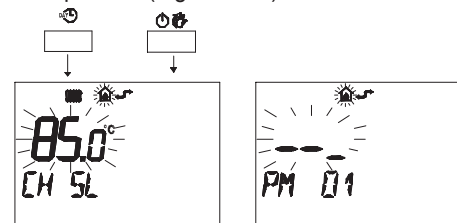

Figura 5.59
- Premere contemporaneamente i pulsanti e per entrare nella programmazione trasparente (Figura 5.59).